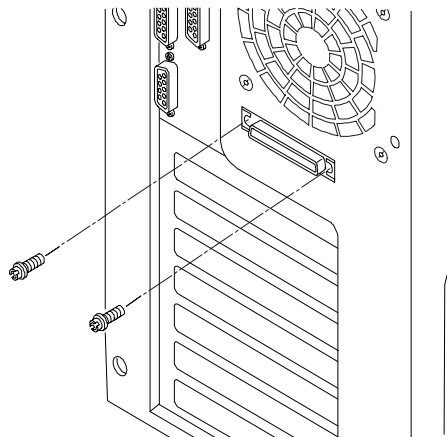

图 3-8. 将电缆连接至 NetServer 后端
2. 使用平口螺丝刀在 NetServer 后端所示的接口位置取出外置 SCSI 伸出件。请参见图 3-8。
5. 将电缆的外置接头端安装到机箱后端的伸出件开口处，并从外面插入两个双头螺栓。请参见图 3-8 和 3-9。